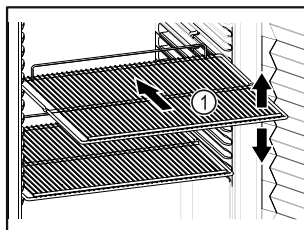

Fig. 61 Ilustrační zobrazení
- Pokud jsou odstavné rošty *Fig. 61 (1)* přemístitelné, přizpůsobte je vždy na danou výšku.